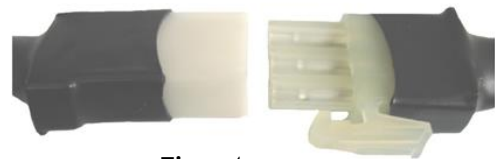

Fig. 4c
- Débranchez le câble reliant le panneau de commande au ventilateur de la hotte (Fig. 4c).